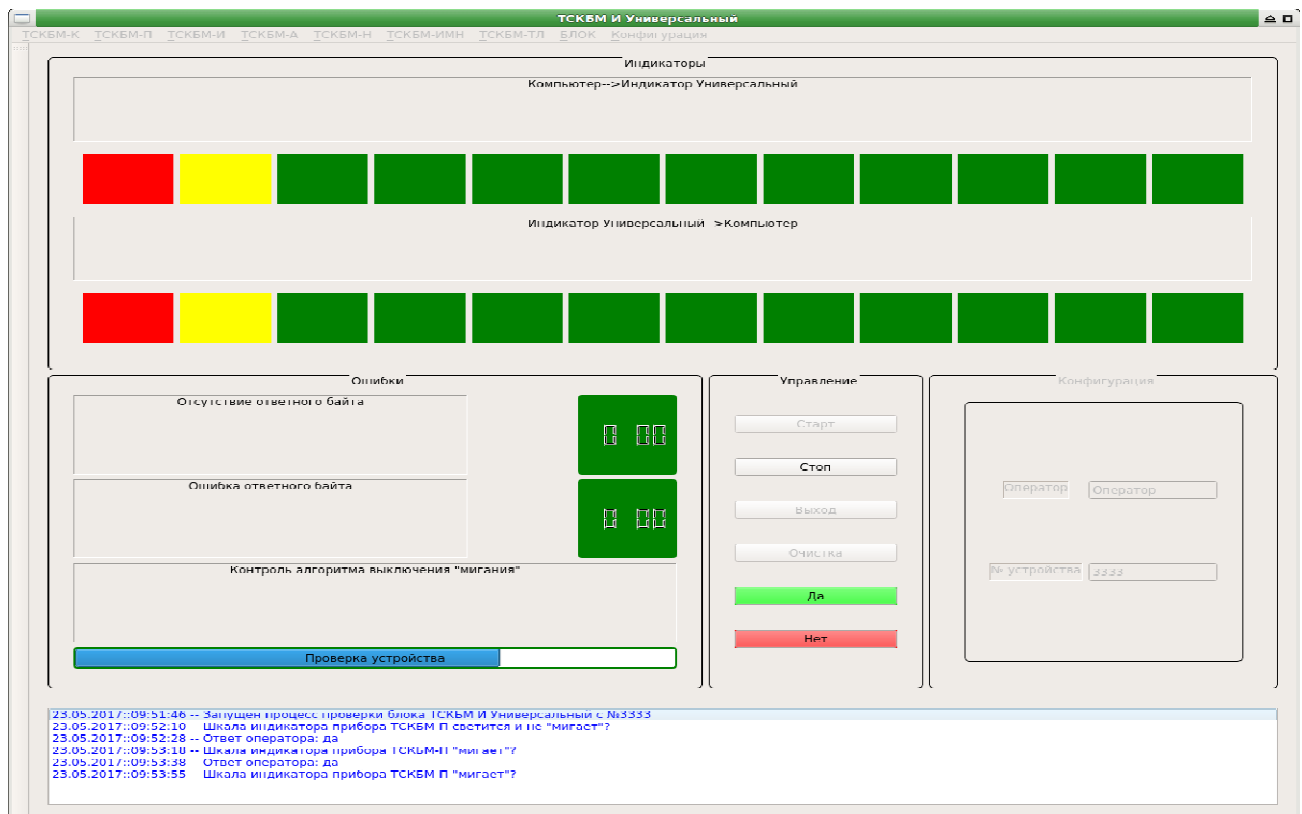

Рисунок 2.4.1.22а – Тест **Контроль алгоритма выключения «мигания»**
9) Далее программа запускает тест **Проверка выключения режима «мигания»**, который проверяет индикаторы ТСКБМ-П и ТСКБМ-ИМН в режиме мигания, см. рисунок 2.4.1.22б. Оператор должен отвечать на запросы программы о характере свечения индикатора работоспособности ТСКБМ-П и индикаторов «Предварительная сигнализация» и «Нажать РБС» блоков ТСКБМ-ИМН путем нажатия соответствующих кнопок, см. рисунок 2.4.1.22б.